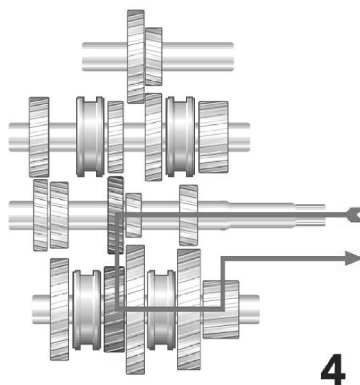

图 3-27 4 档动力传递
4) 4 档 动力→传动轴→传动轴 4 档齿轮→输出轴 4 档齿轮 12→输出轴上 3、4 档同步器→输出轴→动力输出，如图 3-27 所示。